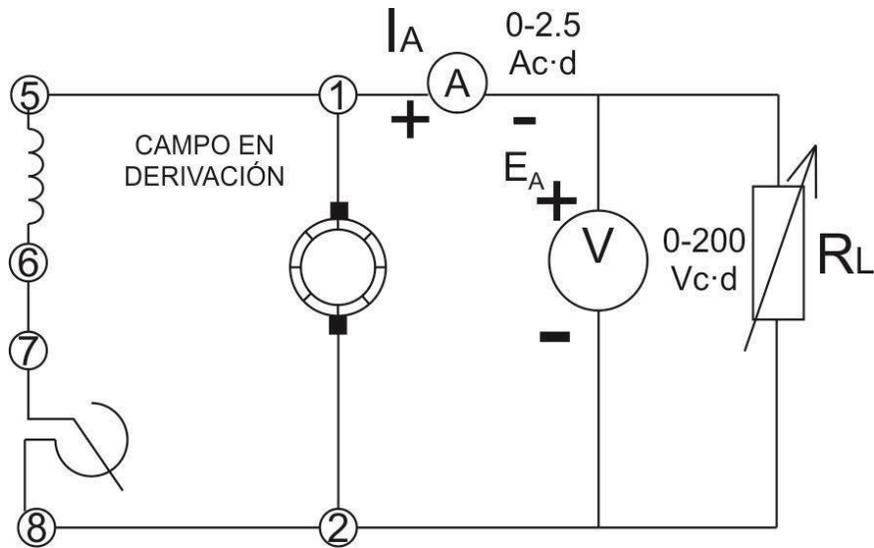

Figura 2
- a) Use los Módulos de EMS del motor/generador de c-d, medición de c-d y resistencia, para conectar el circuito de la figura 2.